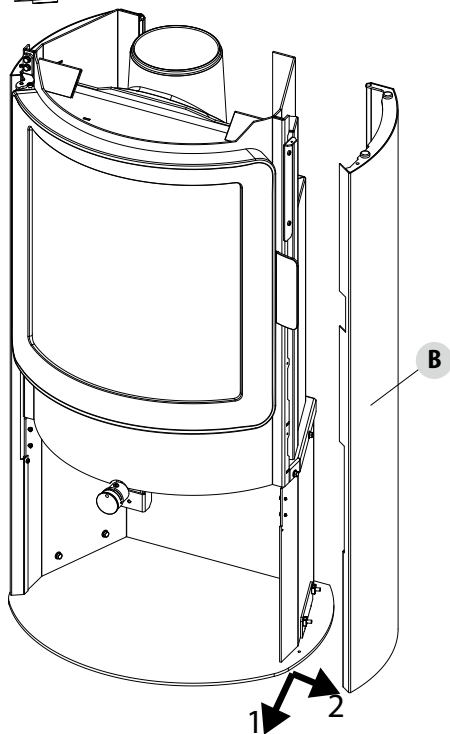

FIG. 8 - PANNELLO FRONTALE - SMONTAGGIO
- a questo punto togliere il pannello "B" spostandolo leggermente in avanti (1) e poi verso l'esterno (2) e metterlo in sicurezza per evitare di rovinarlo (fig.8).